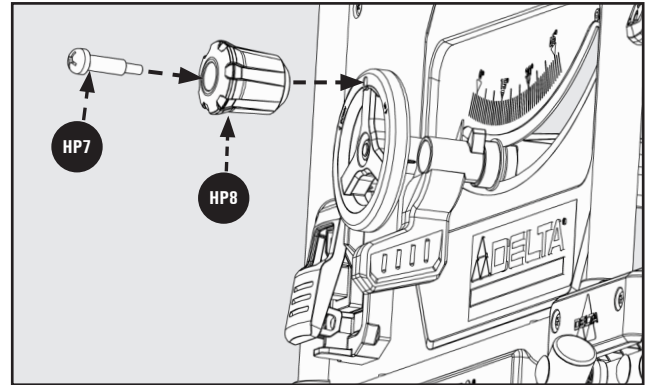

FIGURE 6
1. Insérer le bouton du volant manuel Vis à épaulement **HP7** dans le bouton de réglage de hauteur **HP8**, tel qu'illustré à la Figure 6.
1. Après avoir installé le bouton de réglage de hauteur comme indiqué à la Figure 6, lever l'ensemble du moteur/mandrin à la position la plus haute pour fournir un accès facile au levier de verrouillage du couteau diviseur et de l'ensemble du mandrin.